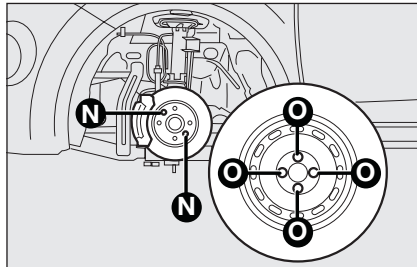

Abb. 7
- ☐ Das Notrad so ausrichten, dass sich eine der Bohrungen **O-Abb. 7** mit einem Bolzen **N** deckt.